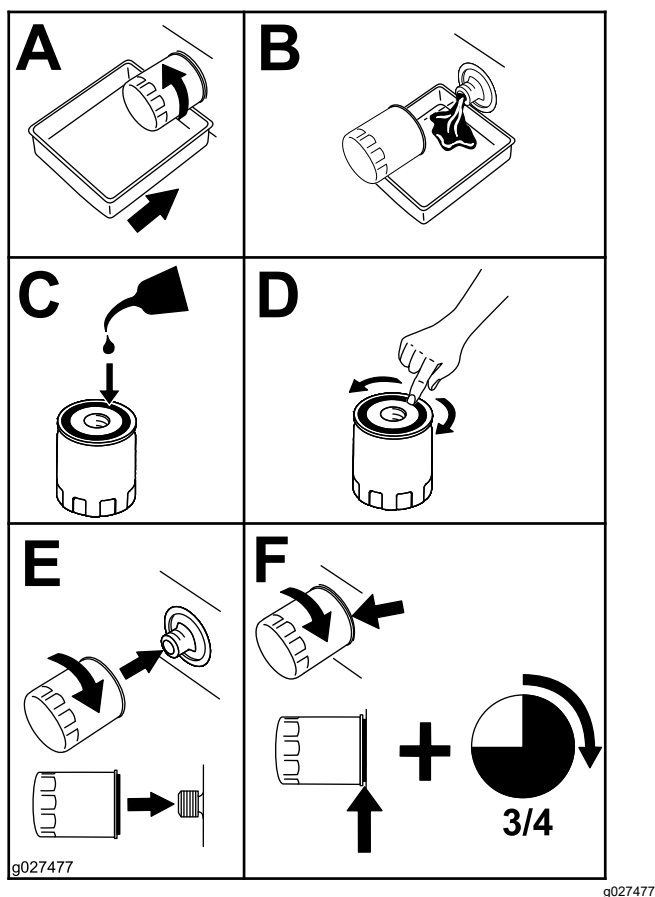

Figura 45
2. Substitua o filtro do óleo do motor (Figura 45).